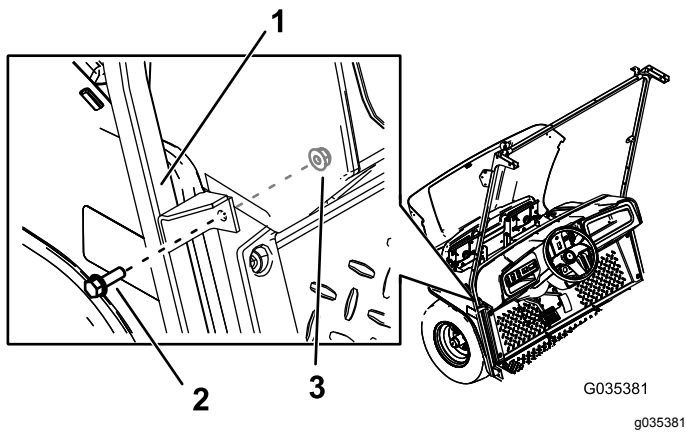

Bild 5
4. Befestigen Sie die mittlere Halterung der Windschutzscheibenstütze mit zwei Sechskantbundbolzen ($\frac{5}{16}$ " x 1") und zwei Muttern ($\frac{5}{16}$ ") in den Bohrlöchern an der Maschine (Bild 5).